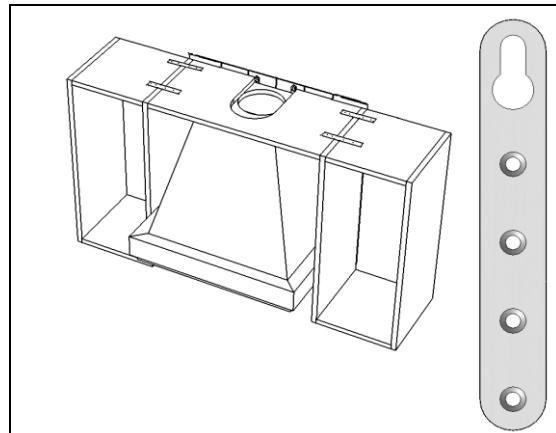

Рис. 19
6. Установить над коробом горизонтальный щит из ДСП (если он предусмотрен проектом). Лицевую часть его может закрывать декоративная накладка из массива. Перед монтажом в щите необходимо сделать вырез для пропуска гофротрубы. Панель крепить между навесными шкафами с помощью нерегулируемых подвесов шурупами 4x16 (Рис. 19).